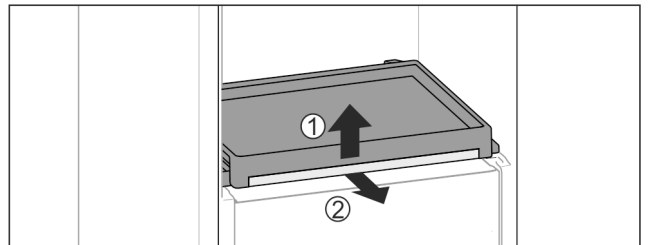

Fig. 42
- ▶ Витягніть витяжну панель зі скляною полицєю: Підніміть трохи скляну полицю спереду Fig. 42 (1) та витягніть вперед Fig. 42 (2).